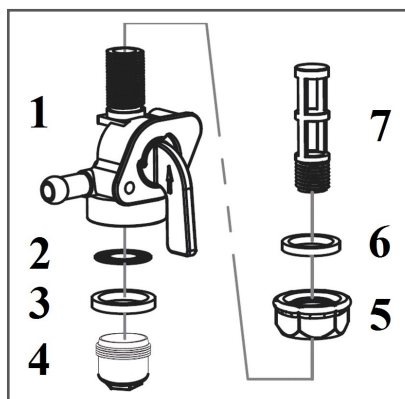

Рис. 17 Устройство топливного крана
- Открутите контргайку 5 на 1-2 оборота (Рис. 17).
Устройство топливного крана показано на Рис. 17.
- Извлеките из корпуса топливного крана 1 уплотнительное кольцо 3 и сетчатый фильтр 2 (Рис. 17).
6. Выкрутите из корпуса топливного крана сетчатый фильтр 7 (Рис. 17).